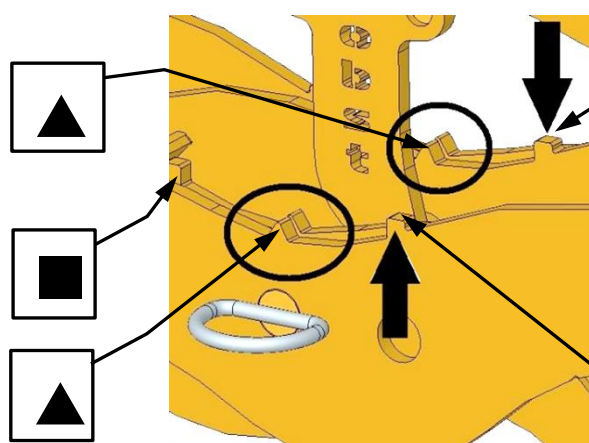
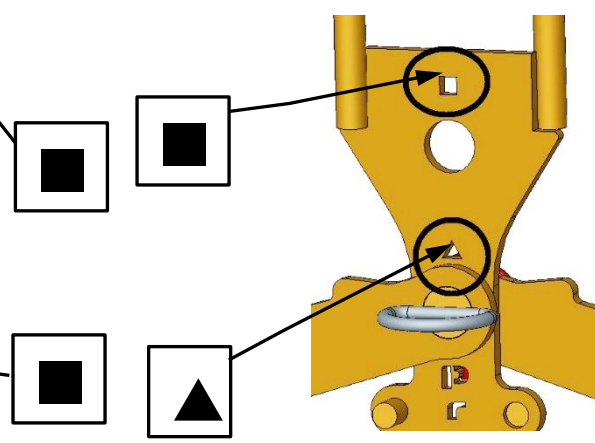

Abb. 2
Abb. 3
- För detta greppområde måste triangeln ▲ på grepparmarna (i mitten av anordningen) vara kongruent (fig. 2) och på låskroken (2) måste triangeln ▲ vara placerad ovanför hylsopinnen med linjebult (8) (fig. 3).
- För att justera greppområdet tar du bort stift med linjebult (6) eller stift med linjebult (8). **Dra aldrig ut båda stiftstiften samtidigt (alltid ett efter det andra)!**
- När greppområdet har justerats måste anordningen återigen säkras med hylsopinnen med linjestolpe (8) eller med hylsopinne (6).
- För detta greppområde måste de fyrkantiga [] markeringarna på grepparmarna (i mitten av anordningen) vara kongruenta (fig. 2) och på låskroken (2) måste den fyrkantiga [] markeringen vara placerad ovanför hylsanstiftet med linjeringsstift (8) (fig. 3).
- För att justera greppområdet tar du bort hylsopinnen (6) och hylsopinne med linjeringsstift (8). **Dra aldrig ut båda stiftstiften samtidigt (alltid ett efter det andra)!**